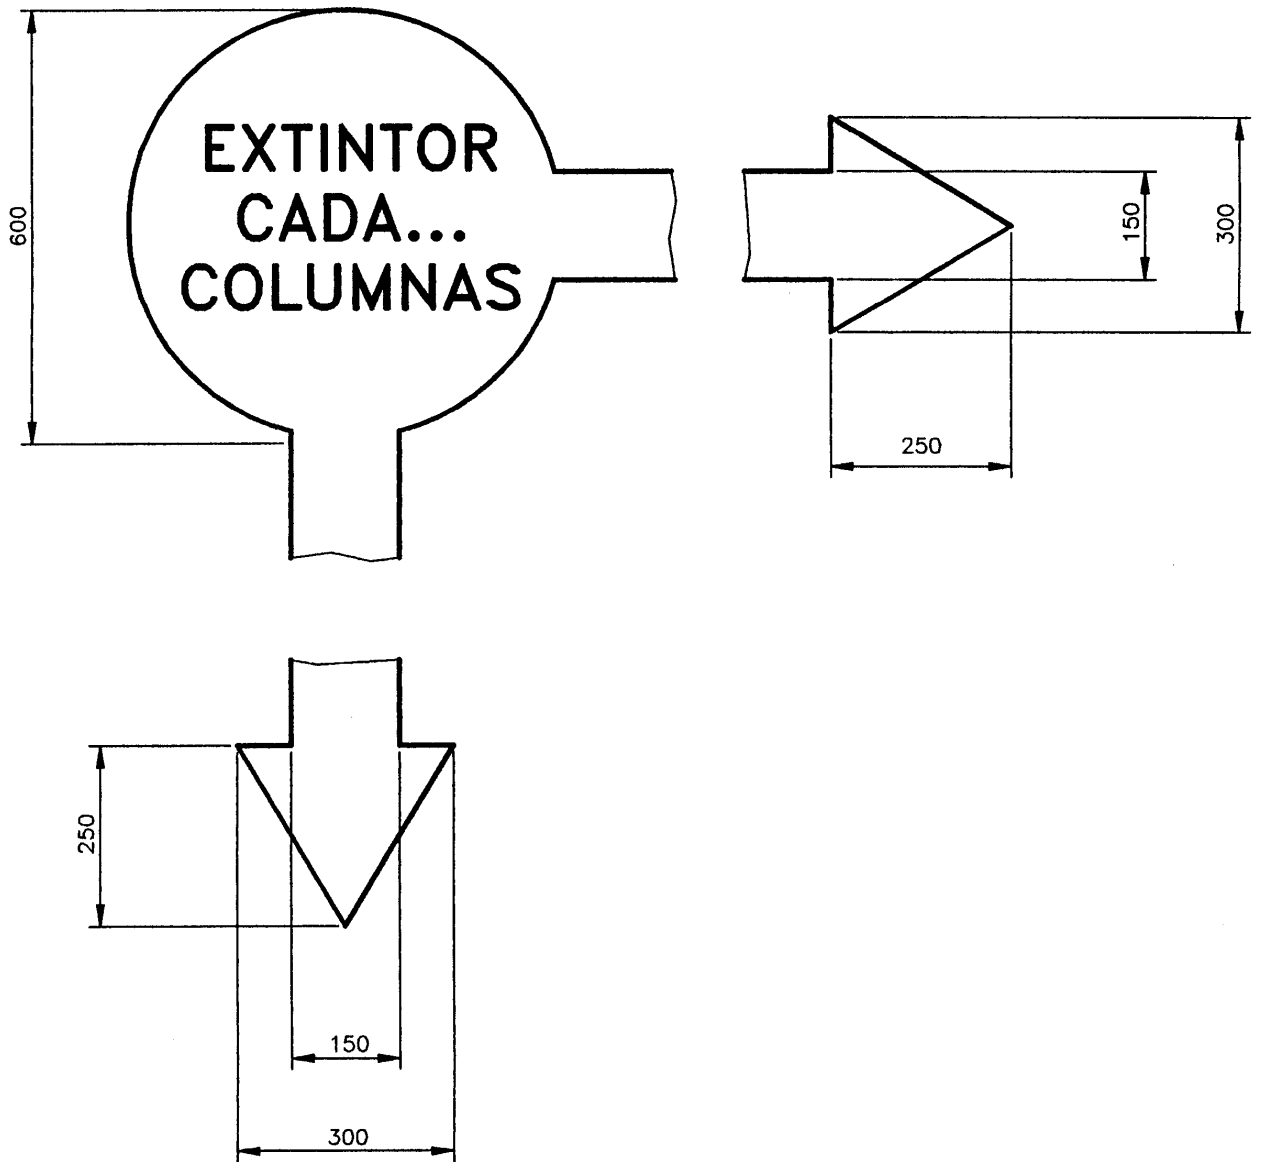

Figura 3
**A.2** En las dependencias donde haya de colocarse gran número de extintores, se puede reducir el número de señales mediante discos con la indicación de EXTINTOR CADA ..... COLUMNAS, (Figura 3).